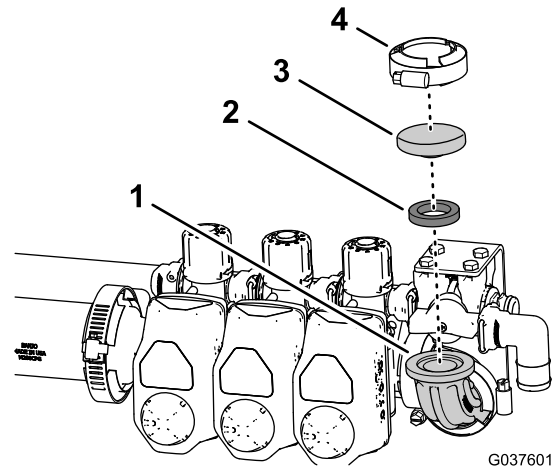

図 46
1. ガスケット25 x 35 mmとカバー52 mmを、90°エルボのフランジにに取り付ける 図 46。
2. ガスケットとカバーをエルボに固定するフランジクランプ40~64 mmを使用し 図 46に示すように取り付ける。